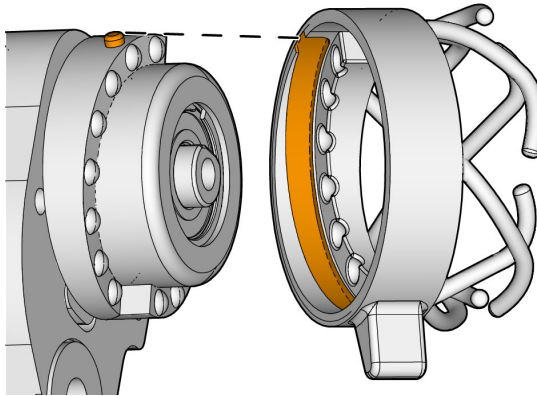

Abbildung 5-17 Einstellring und Stufenring (ausgerichtet)
1. Um den Einstellring der Weggeberradreibung zu entfernen, richten Sie den Stift des Stufenrings mit der inneren Nut des Einstellrings aus und ziehen ihn ab (siehe Abbildung 5-17 auf Seite 93).
2. Zum Installieren richten Sie den Stift mit der Nut des Einstellring aus und drücken Sie dann den Einstellring auf den Stufenring (siehe Abbildung 5-17 auf Seite 93).